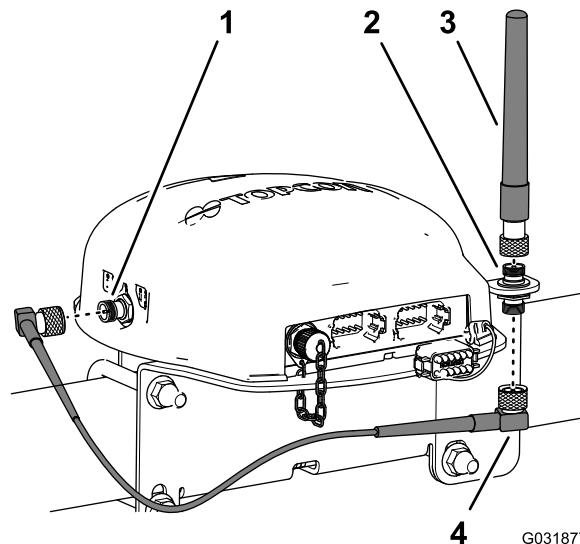

Bild 148
3. Befestigen Sie die RTK-Antenne am oberen Anschlussstück der Koaxialkupplung und ziehen die Mutter der Antenne mit der Hand an (Bild 148).
4. Befestigen Sie das Antennenkabel lose am unteren Anschlussstück der Koaxialkupplung (Bild 148).
5. Verlegen Sie das Kabel um die Rückseite des Navigationsempfängers zum Koaxialstecker des CDMA- oder GSM-Mobilfunkmodems (Bild 148).
6. Befestigen Sie das Antennenkabel am Koaxialstecker des CDMA- oder GSM-Mobilfunkmodems (Bild 148).